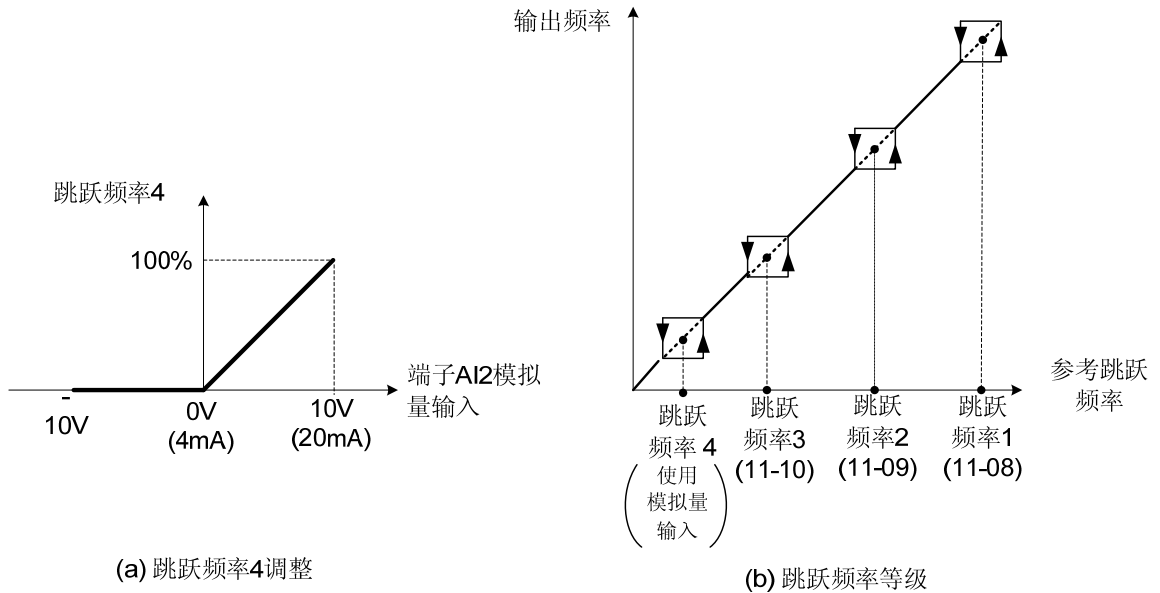

图4.3.45 跳跃频率4设定操作
(10) 跳跃频率4 (设定 = 9)。
- 当设定11-08至11-10为0.0Hz, 则跳跃频率功能关闭。参照下图4.3.45。